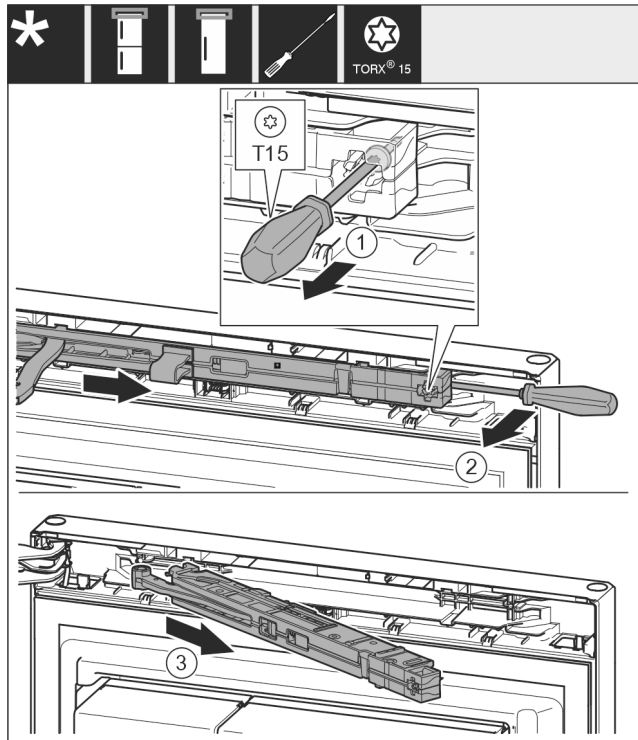

Fig. 12
► Desserrer la vis de l'unité d'amortisseur de fermeture d'env. 14 mm avec un tournevis T15. Fig. 12 (1)
► Avec un tournevis, accéder à la partie postérieure de l'amortisseur de fermeture du côté de la poignée et faire tourner l'amortisseur vers l'avant. Fig. 12 (2)
► Sortir l'amortisseur de fermeture. Fig. 12 (3)